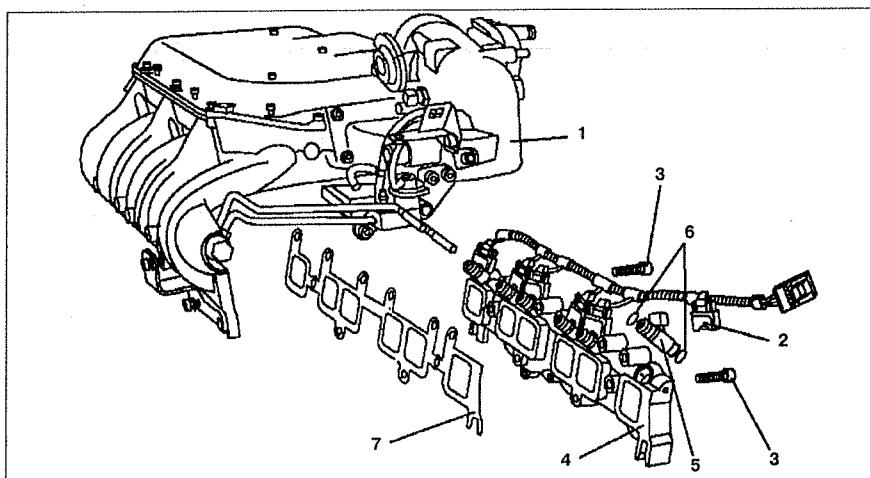

Рис. 3.54. Форсунки:
1. Снимите впускной коллектор 1 (см.рис.3.54).